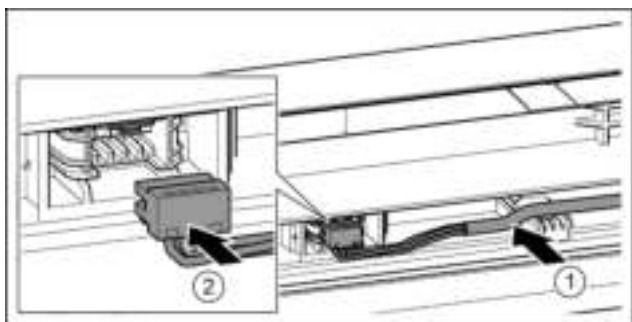

Fig. 38
- ▶ Grijs kabel in de geleiding in de bovenste deur plaatsen. Fig. 38 (1)
- ▶ Stekker vastklikken. Fig. 38 (2)